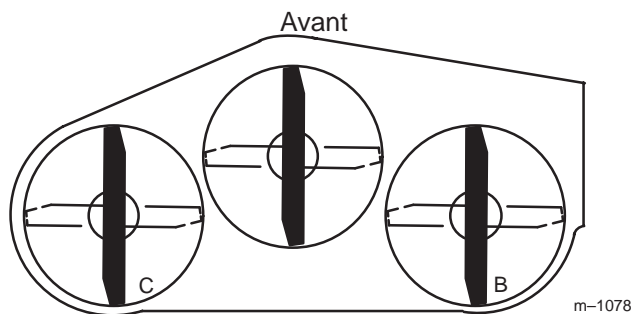
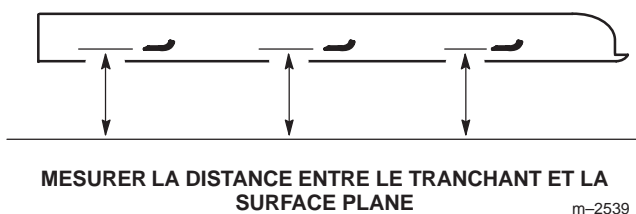

Figure 60
Figure 61
1. Tournez la lame **droite** à 180° (Fig. 60).
2. Mesurez la distance au point **B** (Fig. 60) entre la surface plane et le tranchant de la pointe de la lame droite (Fig. 61).
4. Tournez la lame **gauche** à 180° (Fig. 60).
5. Mesurez la distance au point **C** (Fig. 60) entre la surface plane et le tranchant de la pointe de la lame gauche (Fig. 61).
7. Si la distance mesurée au point **B** ou **C** n'est pas correcte, desserrez le boulon qui fixe la chaîne arrière au bras de support arrière (Fig. 60).